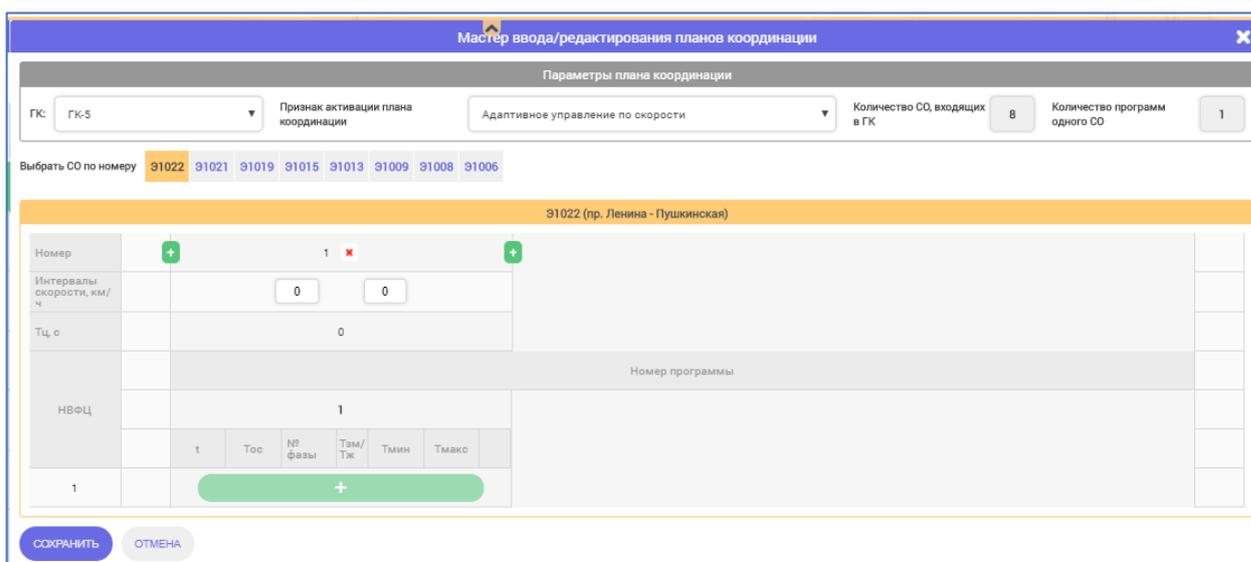

Рисунок 116 Адаптивное управление по скорости
– Адаптивное управление по скорости (Рисунок 116).